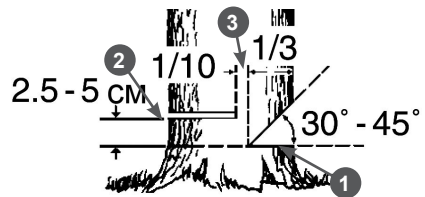

Рис. 10 Расположение запила, пропила и недопила
2. Начните пилить с той стороны дерева, куда оно должно упасть (Рис. 10). Сделайте запил 1 с той стороны, куда должно упасть дерево, глубиной примерно 1/3 диаметра ствола и под углом от 30 до 45 градусов (Рис. 10). В начале пиления первым должен коснуться дерева зубчатый упор. Затем, используя зубчатый упор в качестве точки вращения, вращением электропилы погружайте шину с движущейся цепью в древесину. При спиливании крупных деревьев перестановку упора делают несколько раз.
3. Сделайте основной валочный пропила 2 с противоположной стороны, выше основания запила на 2,5-5 см. Между основным пропилом и запилом должен оставаться недопил 3 равный примерно 1/10 диаметра ствола. Вставьте своевременно клин в пропила. Недопил 3 действует как шарнир и позволяет контролировать падение дерева (Рис. 10).